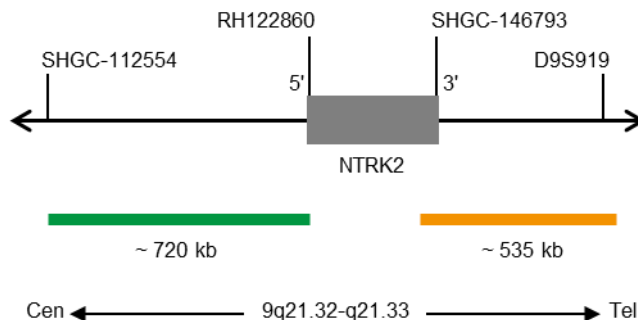

Abb. 1: SPEC NTRK2 Sondenlokalisierung (nicht maßstabsgetreu)
- ZyGreen (Anregung 503 nm/Emission 528 nm) markierten Polynukleotiden (~10 ng/ μ l), die gegen Sequenzen in 9q21.32-q21.33* (chr9:86,569,621-87,287,312) gerichtet sind, welche proximal zur NTRK2-Bruchpunktregion lokalisiert sind (siehe Abb. 1).
- ZyOrange (Anregung 547 nm/Emission 572 nm) markierten Polynukleotiden (~4,5 ng/ μ l), die gegen Sequenzen in 9q21.33* (chr9:87,589,037-88,124,082) gerichtet sind, welche distal zur NTRK2-Bruchpunktregion lokalisiert sind (siehe Abb. 1).